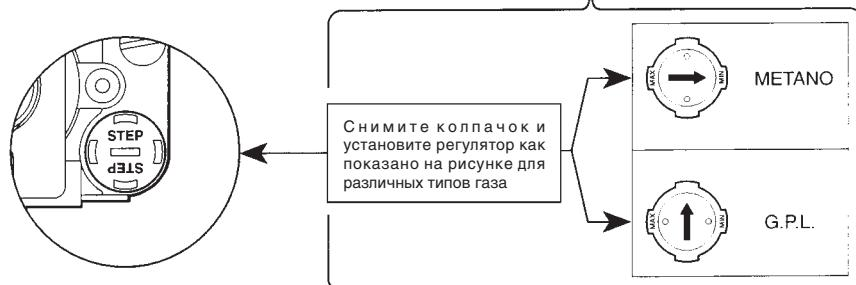

Рис. 12
- о Снимите с газового клапана защитный колпачок 3 (см. рис. 12).